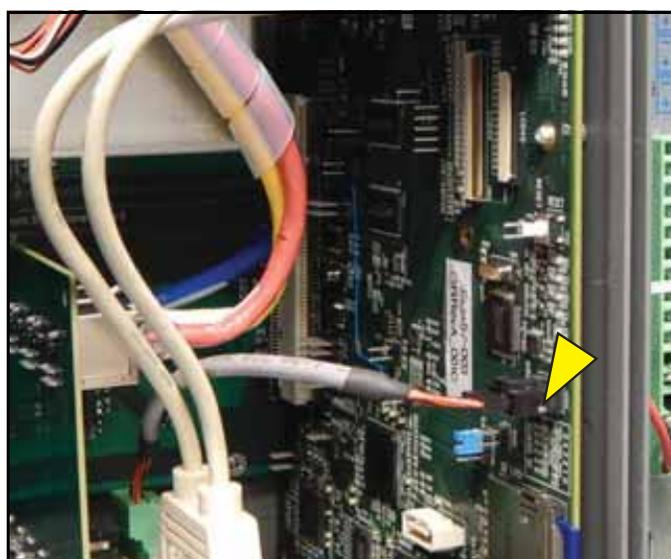

Figura 18. Conecte o cabo sem fio
5. Conecte o cabo sem fio na placa CPU (ver Figura 18).